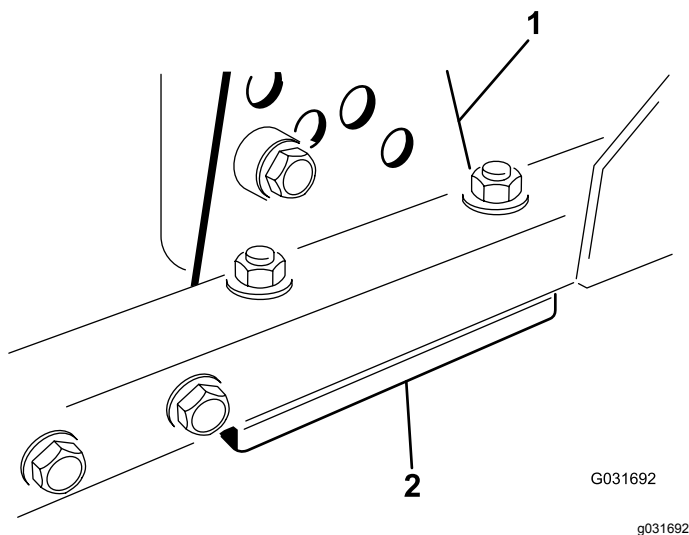

Figure 94
1. Retirez le support de hauteur de coupe (avant, gauche ou droit) du cadre du plateau de coupe (Figure 94).
2. Placez des cales de 1,5 mm et/ou une cale de 0,7 mm entre le cadre et le support du plateau pour obtenir la hauteur de coupe voulue (Figure 94).